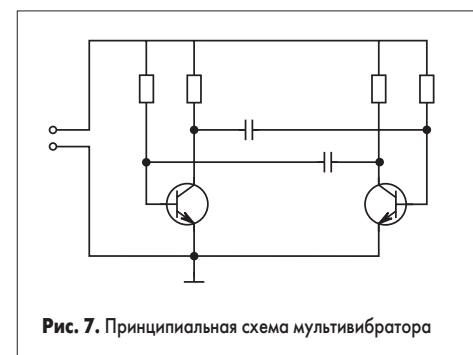

Рис. 7. Принципиальная схема мультивибратора
После проделанных выше операций мы готовы начинать рисовать принципиальную схему. В качестве примера возьмем простую схему транзисторного мультивибратора и от руки набросаем ее на бумаге, чтобы было легче повторить в редакторе схем (рис. 7).
Сначала разместим на схеме транзисторы VT1 и VT2 аналогично тому, как они нарисованы на рис. 7.
- Если создавать схему согласно рис. 7, то транзистор VT2 должен быть зеркальным относительно VT1. В режиме размещения нажмем клавишу «X» и транзистор отобразится зеркально относительно вертикальной оси. Для отображения относительно горизонтальной оси необходимо использовать клавишу Y. Нажатие клавиши Spacebar поворачивает символ на 90 градусов.
- Расположите резисторы R3 и R4 согласно рис. 7.